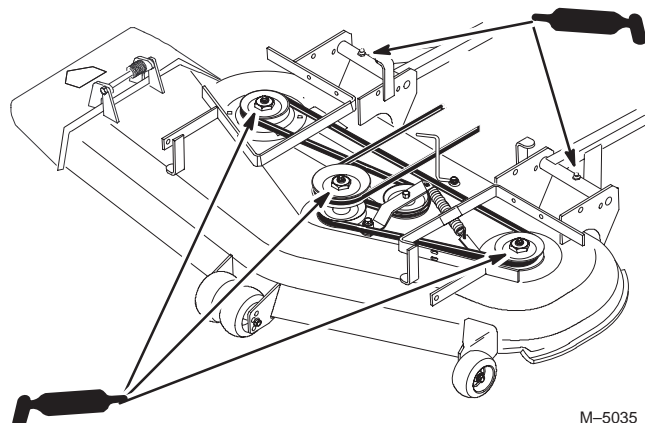

Figure 45
2. Lubrifiez les graisseurs des roulements des trois axes jusqu'à ce que la graisse sorte par les joints inférieurs (Fig. 45).
3. Lubrifiez les graisseurs des bras de poussée (Fig. 45).